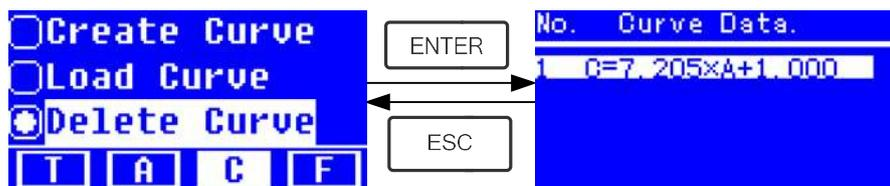

Fig. 4-15
- ★ Mover el cursor sobre "Delete Curve" y presionar  para confirmar. Entonces el sistema va a la ecuación de la curva eligiendo Interface. (Fig. 4-15)